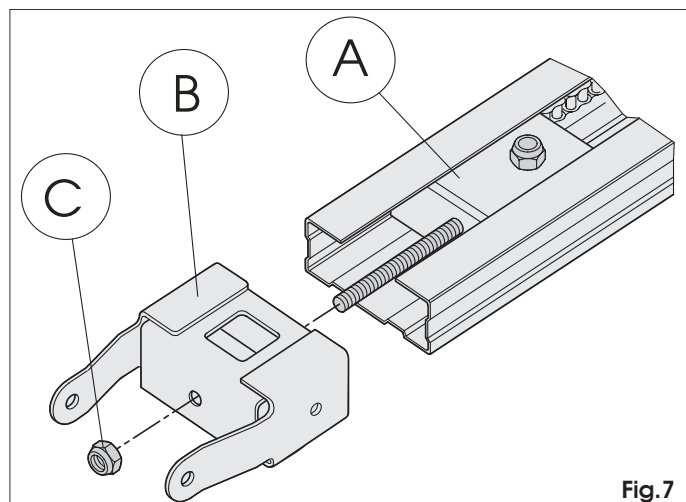

Fig.7
- 2) Przesunąć zespół przekładni wzdłuż całej prowadnicy przesuwnej (Rys. 7 odn. A), aż zbliży się do przedniego terminala, znajdującego się naprzeciwko zespołu włączania napędu.
- 3) Zmontować mocowanie przednie (Rys. 7 odn. B) do zespołu przekładni (Rys. 7 odn. A).
- 4) Lekko naprężyć tańcuch, dokręcając nakrętkę (Rys. 7 odn. C).